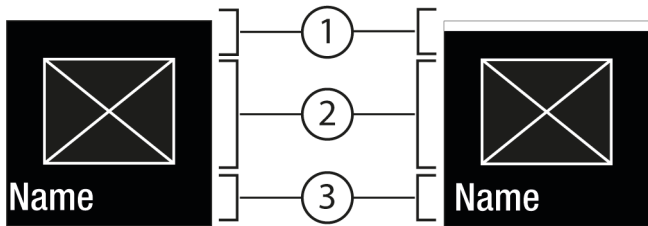
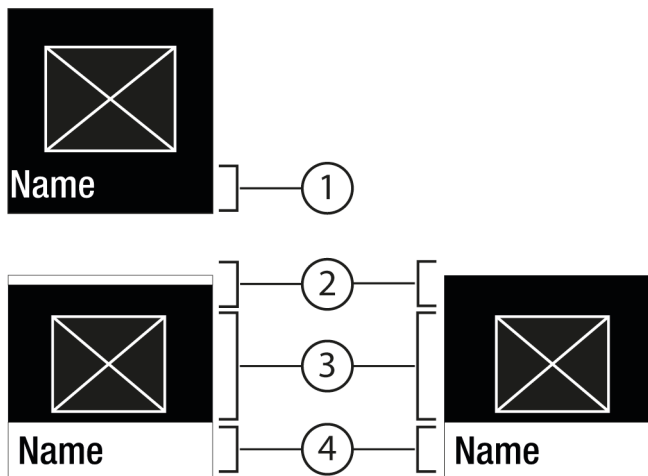

Fig. 6
Fig. 7
- S tipko za potrditev Fig. 5 (2) priključete podmeni Fig. 7 (4).
- Nastavitev nove vrednosti: S tipko za potrditev Fig. 5 (2) izberite deaktivirano vrednost Fig. 6 (1).
- Nazaj v meni: S tipko za potrditev Fig. 5 (2) izberite že aktivirano vrednost Fig. 6 (2).
- ▷ Stanje: aktivirano Fig. 6 (1) se na kratko pokaže v podmeniju Fig. 7 (4).